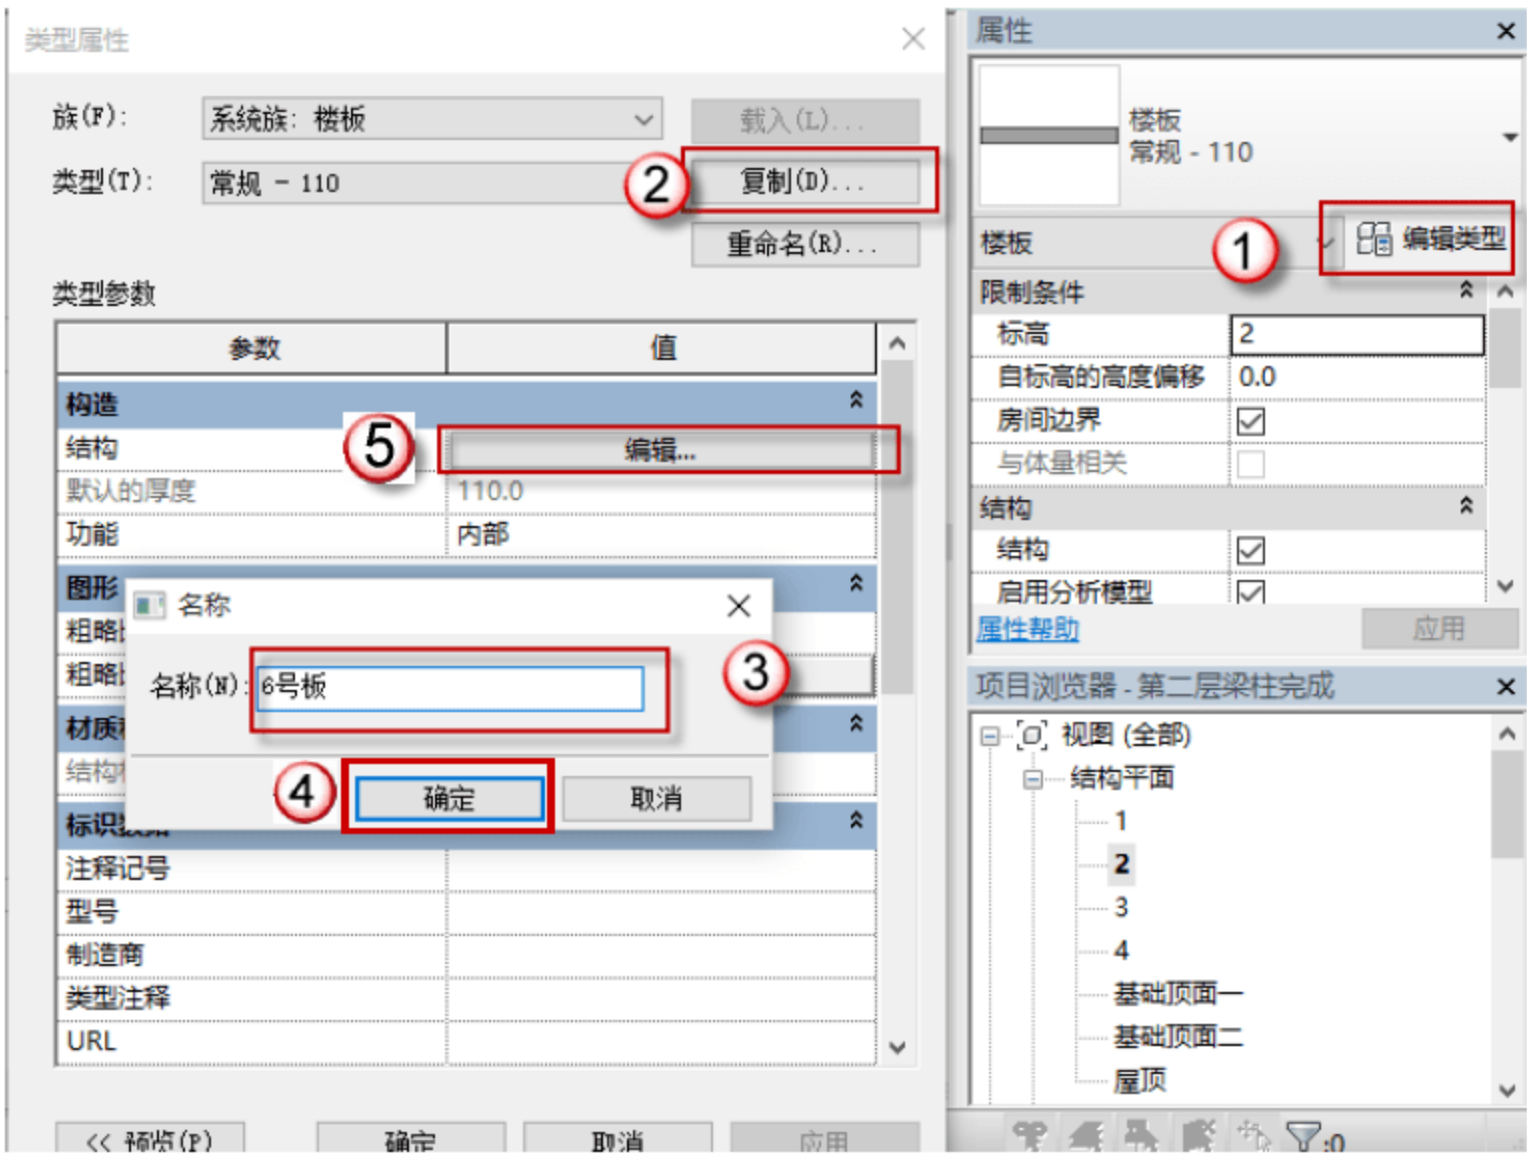

图 4.3.12 设置 6 号板参数
- (12) 设置 6 号板参数，按快捷键 S+B，进入编辑模式，单击“编辑类型”按钮，在弹出的对话框中单击“复制”按钮，再在弹出的对话框中命名板号，单击“确定”按钮。单击“编辑”按钮设置参数，将板厚设置为 110，如图 4.3.12 所示。